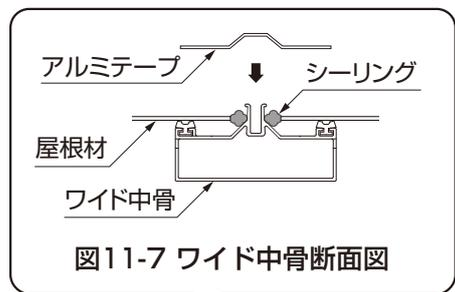

図11-7 ワイド中骨断面図
- ②屋根材を乗せたあと、ワイド中骨と屋根材のすき間にシーリングをしてください。(図11-7)
- ③シーリングした上からアルミテープを貼ってください。
- ④アーチのフィンと屋根材の間に、アーチカバーのフィンを差込んでください。
- ⑤【12-1】でアーチカバーをアーチの中央から、桁に向かって順番に取付けてください。